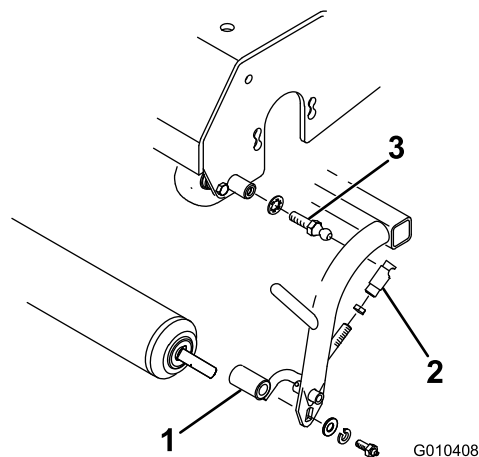

Figura 7
4. Durante il montaggio del kit dell'unità Tri-Roller al trattorino **Greensmaster 3050, 3100 o 3150**, utilizzate un prigioniero a sfera dal diametro piccolo e una rondella su ciascun lato dell'unità tri-roller (Figura 7). Regolate i collegamenti in modo che vadano quanto più in avanti possibile.